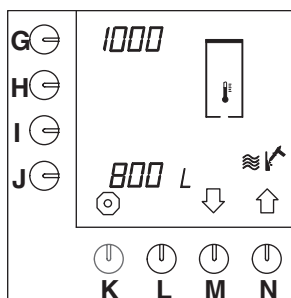

Fig. 51 Symbole de détartrage du générateur eau chaude
- Le symbole de détartrage du générateur eau chaude est réglé pour tous les modèles pour apparaître tous les 1000 litres, voir le nombre à côté de la touche de sélection (G.), fig 51.
- Appuyez sur la touche de sélection (M.)↓ jusqu'à ce que la fig.51 s'affiche sur l'écran de contrôle